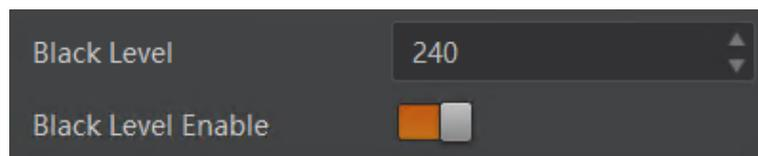

图8-20 黑电平设置
2. 在 *Black Level* 参数中输入需要设置的数值，如图 8-20 所示。